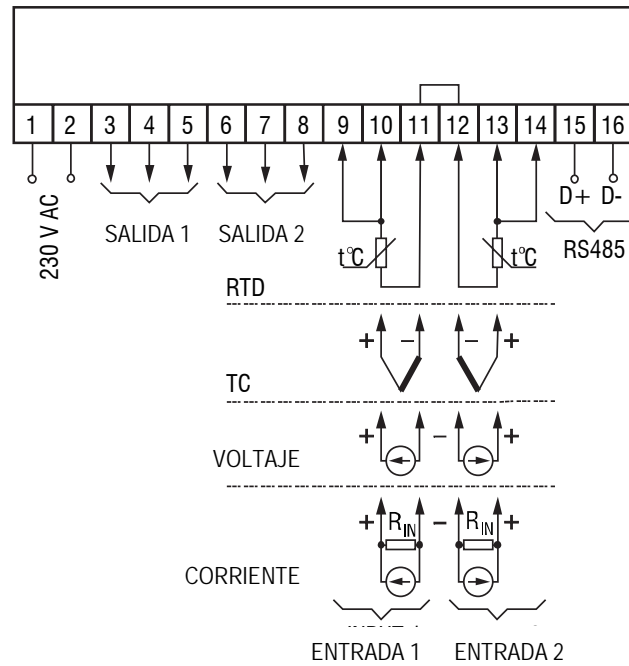

Fig. 5.1 Esquema de bloques de terminales
- El esquema de los bloques de terminales se muestra en la Fig. 5.1 y la asignación de terminales en la tabla 5.1.